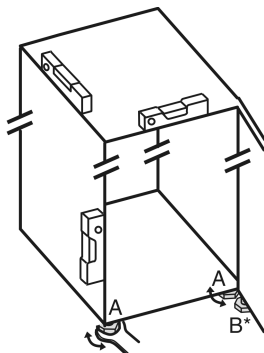

Fig. 19
- Svitare i piedini regolabili Fig. 19 (A) con la chiave a forchetta contenuta nella fornitura e con l'aiuto di una bilancia idrostatica, finché l'apparecchio non si trova in posizione stabile e piana.
- Con la chiave a forchetta in dotazione, svitare il piedino regolabile Fig. 19 (B) sul cuscinetto di supporto inferiore, fino a farlo appoggiare sul pavimento.
- Ruotare ulteriormente il piedino regolabile Fig. 19 (B) di 90°.